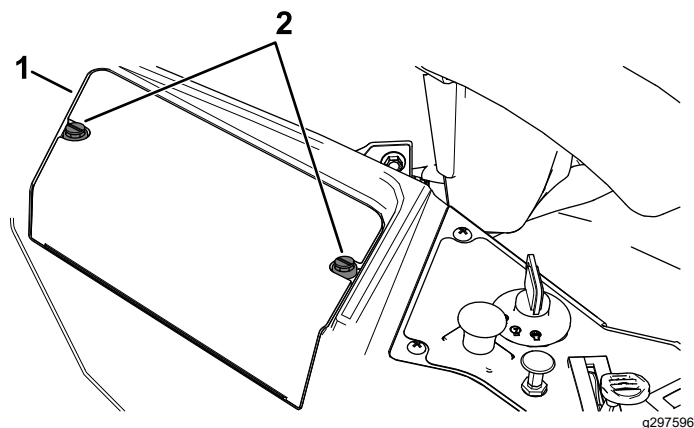

Рисунок 54
- Ослабьте 2 крепежных элемента на крышке аккумулятора, повернув их против часовой стрелки на 1/4 оборота, и снимите крышку аккумулятора (Рисунок 54)
6. Установите крышку аккумулятора, нажав вниз и завернув по часовой стрелке 2 крепежных элемента (Рисунок 54).